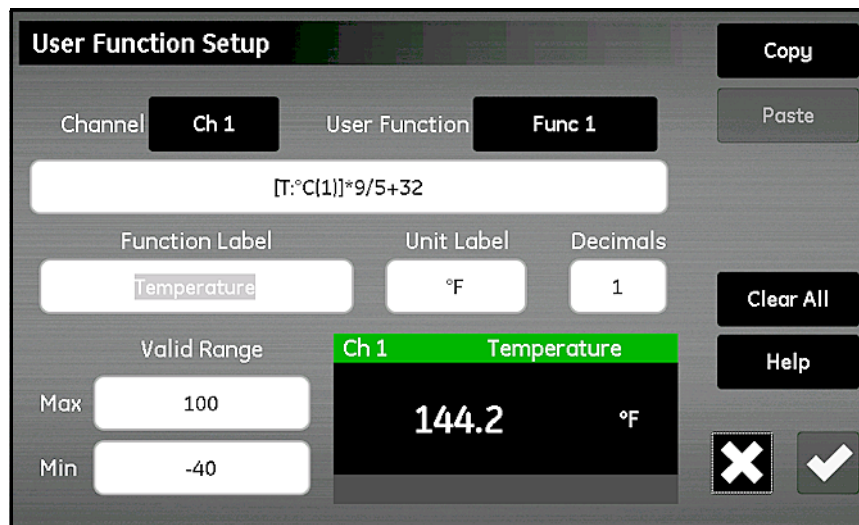

Figure 60: Écran Config fonction utilisateur
1. Touchez **Fonction utilis** à l'écran *Menu Configuration* (voir *Figure 52 on page 57*) pour ouvrir l'écran *Config fonction utilisateur* (voir *Figure 60 ci-dessous*).